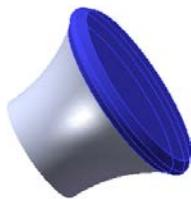

图 5.25.4 旋转 2
(3) 定义旋转轴线。采用草图中绘制的中心线作为旋转轴线。
(4) 定义旋转属性。在“旋转”对话框的 **方向1** 区域的下拉列表中选择 **给定深度** 选项，采用系统默认的旋转方向；在 **方向1** 区域的 **A:** 文本框中输入数值 360.00。
(5) 单击该对话框中的 按钮，完成旋转 1 的创建。
Step3. 创建图 5.25.4 所示的零件特征——旋转 2。选择下拉菜单 **插入(I)** →